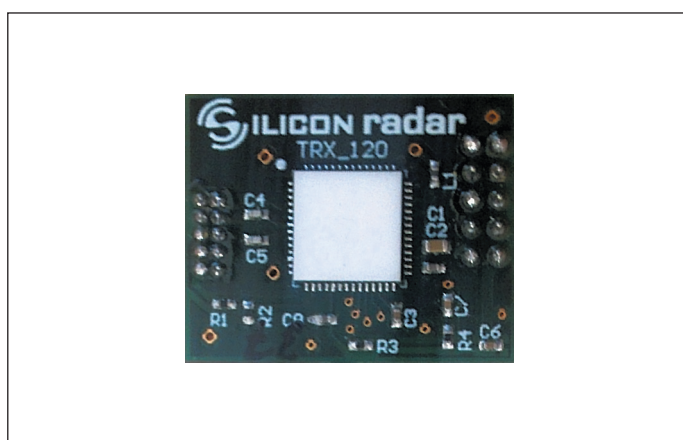

Рис. 19. Плата с приемопередатчиком 122 ГГц
- No2, плата размером 25×20 мм, с передатчиком TRX_120_001 и интегрированной в его корпус антенной, показана на рис. 19. Для получения более узкого луча сверху монтируется фокусирующая линза. Результирующая ДН такой системы в 5° была подтверждена экспериментально. Высота расположения линзы над корпусом QFN-56 критична и позволяет сформировать более узкий или широкий луч на заданном расстоянии.